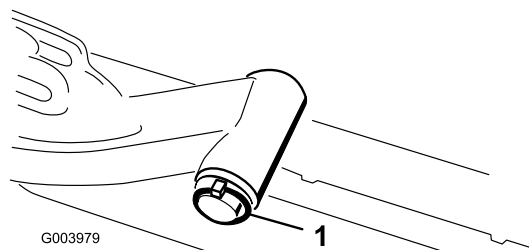

図 18
- A. 昇降アームのピボットシャフトを昇降アームに固定しているリンチピンとワッシャを外し、昇降アームからピボットシャフトを抜き出す 図 18。
- C. 昇降アームのシャフトを昇降アームに通して、ワッシャとリンチピンで固定する 図 18。